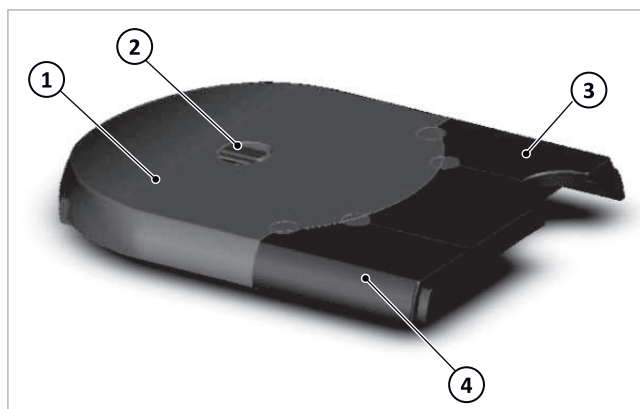

Fig. 63 : isolation supérieure de SolvisBen
1. Retirer l'isolation supérieure des stations WWS → fig. 63 (4) et HKS → fig. 63 (3) vers le haut.
2. Se munir de l'isolation de l'accumulateur → fig. 63 (1) et enlever soigneusement avec un couteau pointu les quatre bouchons en mousse de la station WWS (5) le long des rainures indiquées (6).
4. Placez l'isolation supérieure de l'accumulateur → Fig. 63 (1) sur l'accumulateur.
- sur le côté à gauche et à droite (1)
- au centre derrière (2)
- au centre devant (3)
6. Placez l'isolation supérieure de la station HKS → Fig. 63 (3).
7. Pour limiter les pertes de chaleurs, placez l'isolation du tuyau (1) de façon affleurante avec l'isolation supérieure.
1. Placez l'isolation supérieure ainsi assemblée → Fig. 63 (1+2+3+4) entièrement sur l'accumulateur.